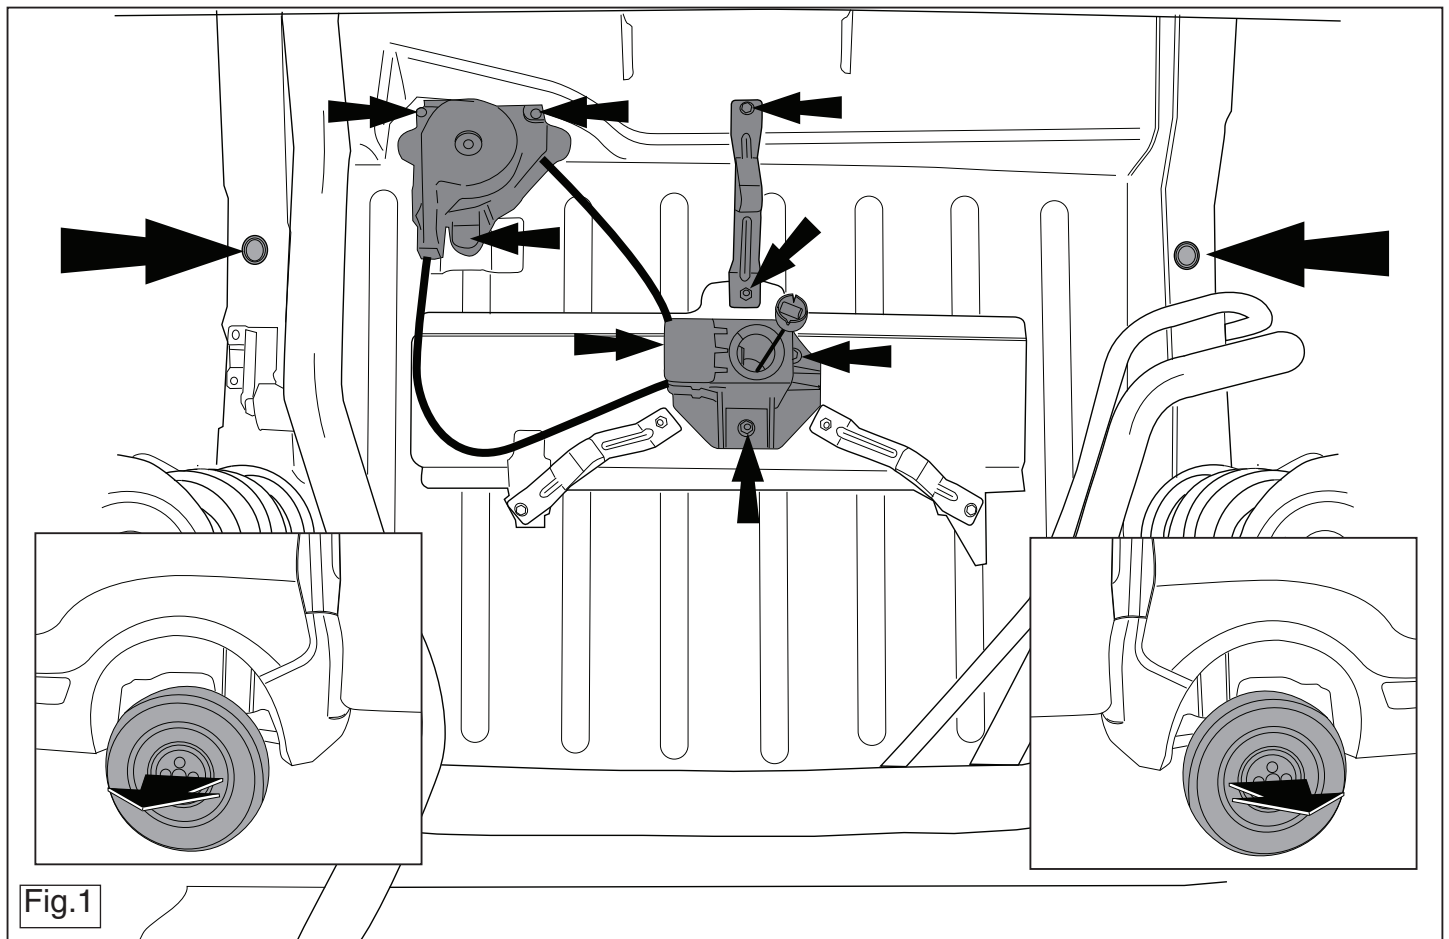

Fig.1
3. Fjern gummikapslerne ved de markerede punkter (jævnfør fig. 1).
3. Retirar a la altura de los puntos indicados los tapones de goma (véase la fig. 1).
- 2. Снять детали, указанные в рис. 1.
- 3. Удалить резиновые пробки в указанных точках (см. рис. 1).
3. Rimuovere i tappi in gomma dai punti indicati (vedi fig. 1).
3. W oznaczonych miejscach usunąć gumowe nakładki (patrz rys. 1).
* Rimuovere, se presenti, i tappeti in gomma dai punti indicati (vedi fig. 1).